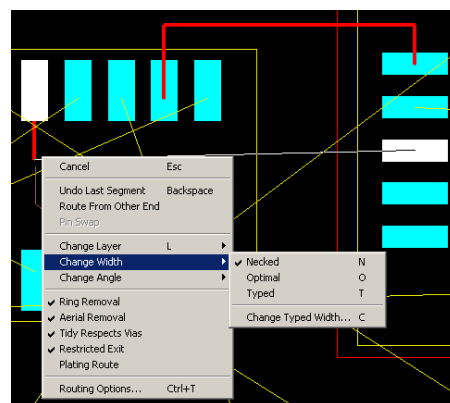

Рис. 3. Выбор ширины проводника.
10. Выполним щелчок правой кнопкой мыши, в появившемся контекстном меню раскроем раздел команд Change Width и выберем команду Typed (рис. 3).